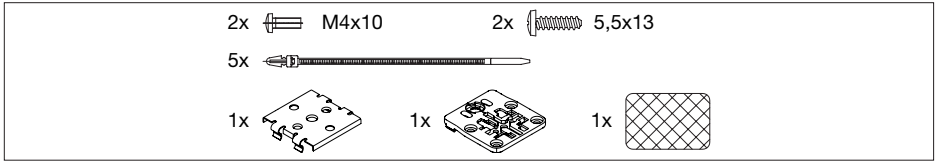

Imagen 1: Accesorios adjuntos
- Accesorios adjuntos (imagen 1)